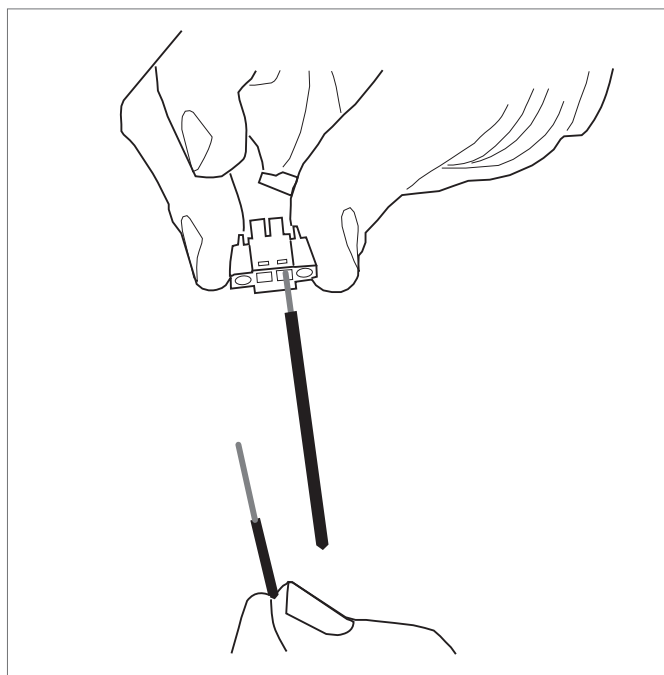

Рис. 6-4 Соединение кабеля с контактным штекером
- 2 Присоединить контакты кабеля к контактному штекеру (см. рис. 6-4).